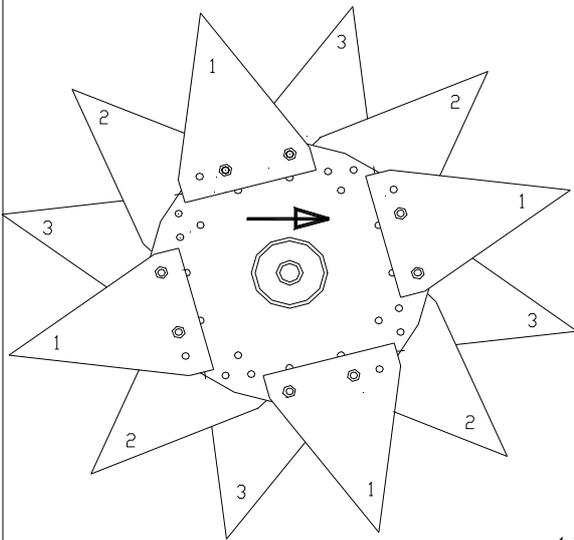

Fig. 4.
7. Se podrán montar las cuchillas truckster (estándar las que se entregan con la máquina), en el rotor, según se indica en la Fig.4, cuatro cuchillas van montadas de manera uniforme en el disco. En el disco siguiente, se podrán montar las cuchillas de forma descentrada. Esta situación se muestra en la Fig.4 por un número en las cuchillasthis. Se quiere decir el primer disco, etc. Monte las cuchillas exactamente igual que lo dibujado en la Fig.4. Para más información sobre las cuchillas y su montaje, consulte el capítulo12.